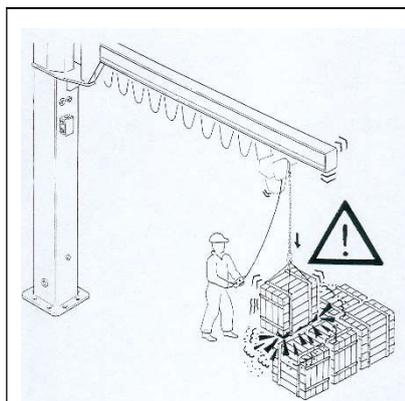

fig. 82
- **NUNCA** golpee con la carga o con el brazo las estructuras de la nave, de máquinas e instalaciones (fig. 82).